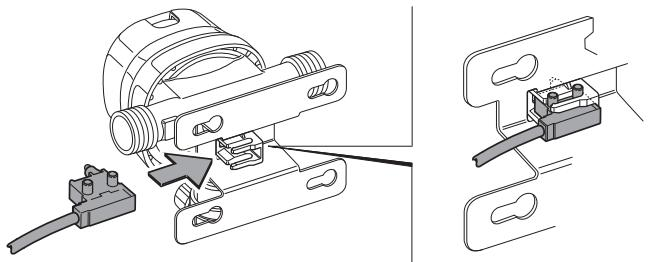

Bild 4
- Skjut in givaren i hållaren på DuoControl CS från sidan (Bild 4). Givaren måste kännbart klicka fast i hållaren.